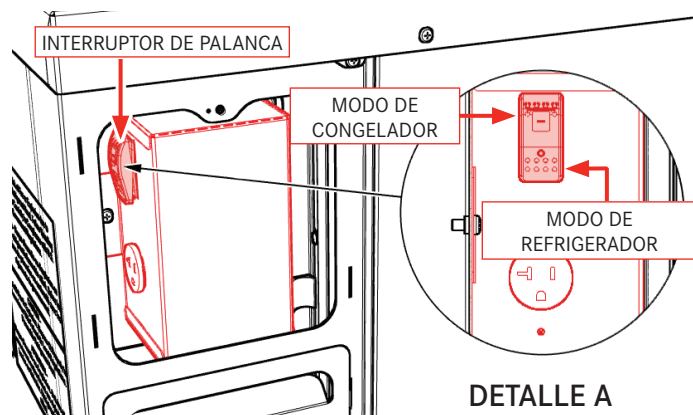

Fig. 15
3. Ubique el interruptor de palanca en la caja eléctrica dentro del compartimento del interruptor de palanca (Fig. 15). Mueva el interruptor a la posición UP para el modo de congelador y a la posición DOWN para el modo de refrigerador. Vuelva a instalar el panel de acceso y el tornillo extraídos previamente.